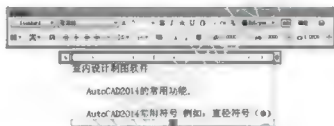

图 5-17
**步骤6:** 根据上图,需要在“( )”之间输入直径符号。光标移到“( )”中间,在【文本格式】设置面板执行(选项)→符号(S)→直径(D)命令,即可将直径标示符号插入光标所示的位置,如图 5-17 所示。